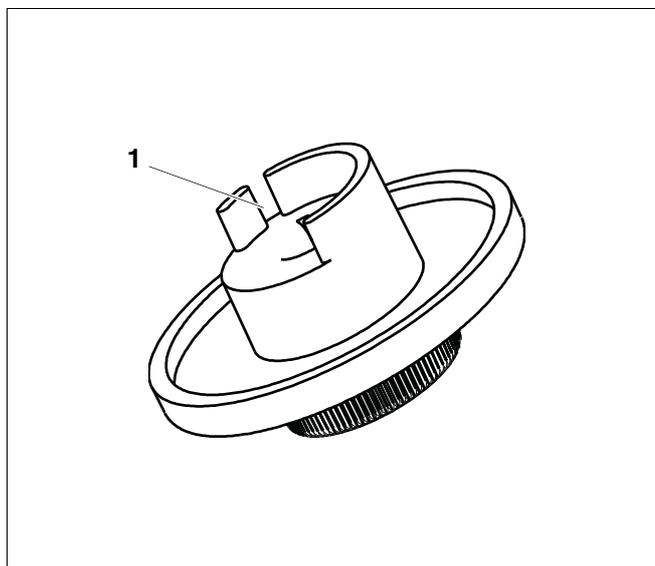

Fig. 4 Manopola di regolazione
- Rompere la camma di arresto (fig. 4, pos. 1).